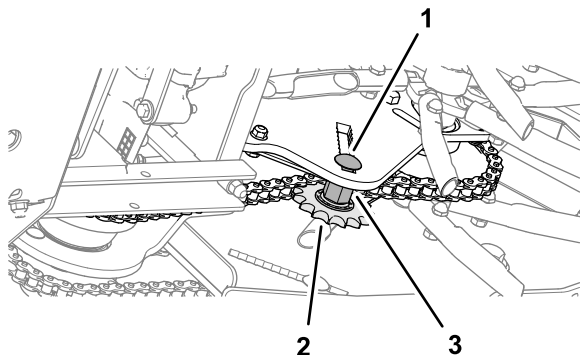

Figura 59
4. Para ajustar la tensión de la cadena, afloje el perno tensor y el espaciador roscado, y empuje hacia arriba el piñón para apretar la cadena (Figura 59).